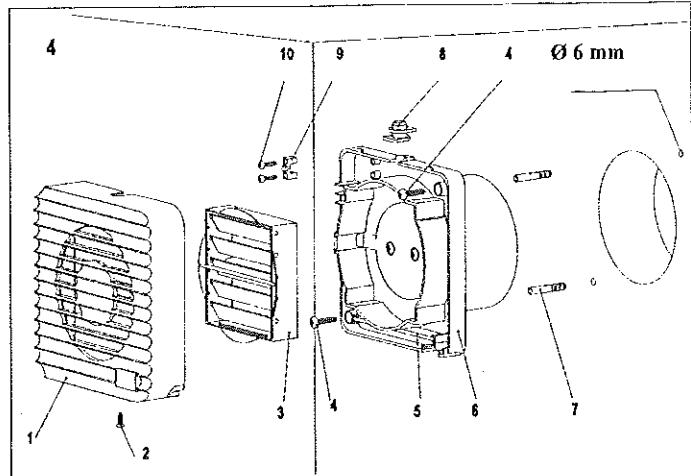

FIG. 4
- Smontare il frontale (Fig. 4).
• Démonter le capot avant (Fig. 4).